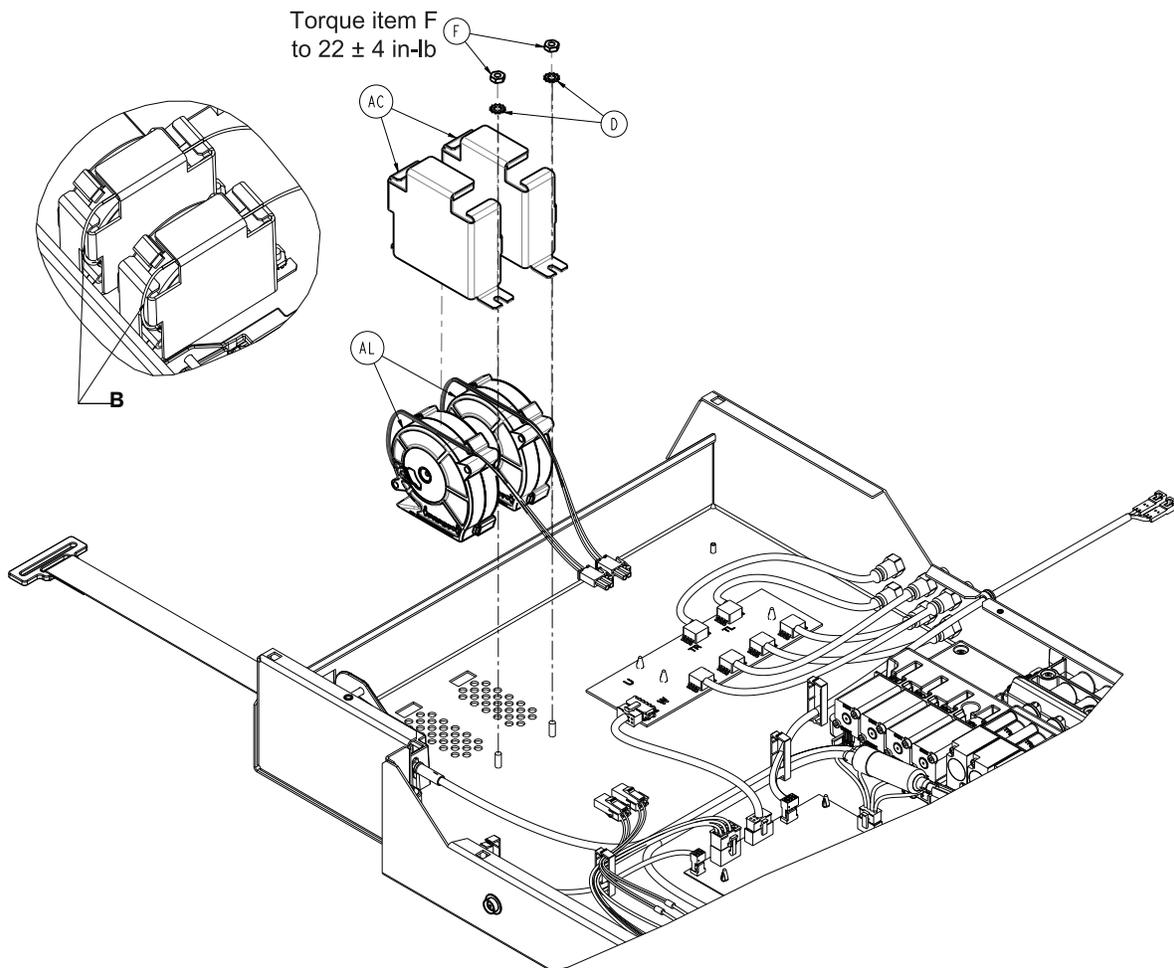

Figure 22 – Ventilateur de refroidissement et compartiment
3. À l'aide d'un tournevis à douille 5/16 po, enlever l'écrou (F) et la rondelle (D) qui fixent le compartiment du ventilateur à la boîte côté pieds (Figure 22). Conserver l'écrou et la rondelle.